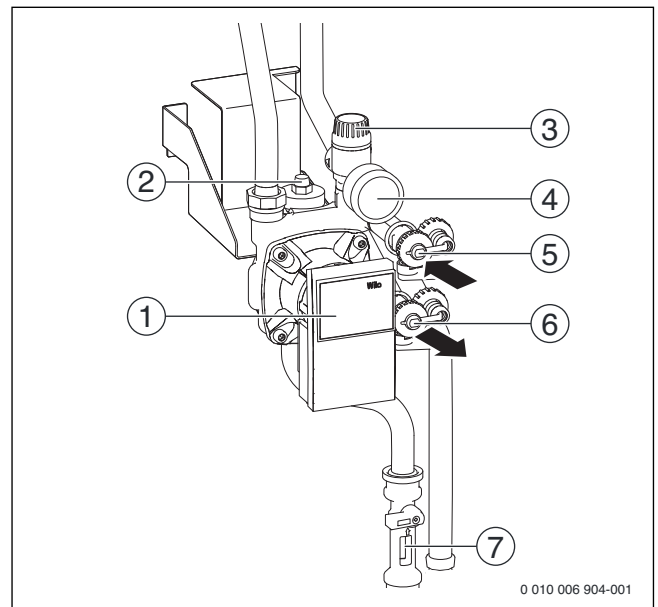

Fig. 71 Panoramica gruppo solare
- Collegare la pompa di riempimento solare come rappresentato nella fig. 71.
- Aprire i rubinetti di carico e scarico (→ fig. 71, [5] e [6]).
- Durante il lavaggio parzializzare più volte brevemente il rubinetto di carico e scarico nel limitatore di portata sul lato di aspirazione (→ fig. 71, [6]) e infine aprirlo velocemente completamente. In questo modo è possibile eliminare le bolle d'aria ristagnanti nella tubazione.